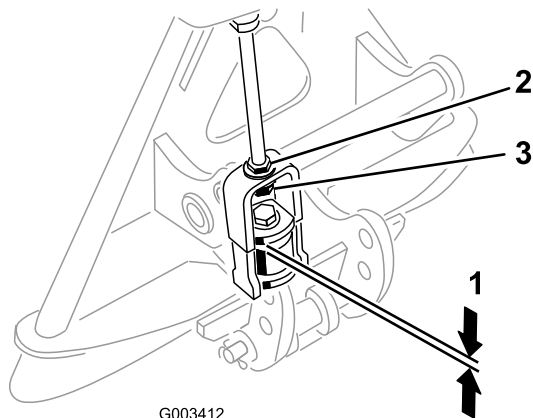

Figura 13
- Una volta montato e fissato il rastrello sul trattore, misurate la luce tra la rondella superiore e il distanziale nell'attacco, sull'adattatore per accessori, come illustrato nella Figura 13.
La luce tra la rondella e lo spallamento deve essere compresa tra 1,5 e 2 mm (Figura 13).
- Se la luce non è esatta, allentate il controdado e serrate o allentate il dado di regolazione sull'attacco quanto basta per modificarla (Figura 13).